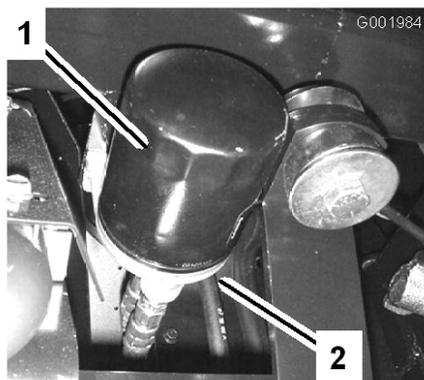

Figura 46
2. Retire o filtro do óleo (Figura 46).
5. Coloque o filtro de substituição no adaptador do filtro. Rode o filtro de óleo hidráulico no sentido dos ponteiros do relógio até que a junta de borracha toque no adaptador do filtro e, em seguida, aperte o filtro mais 1/2 volta (Figura 46).